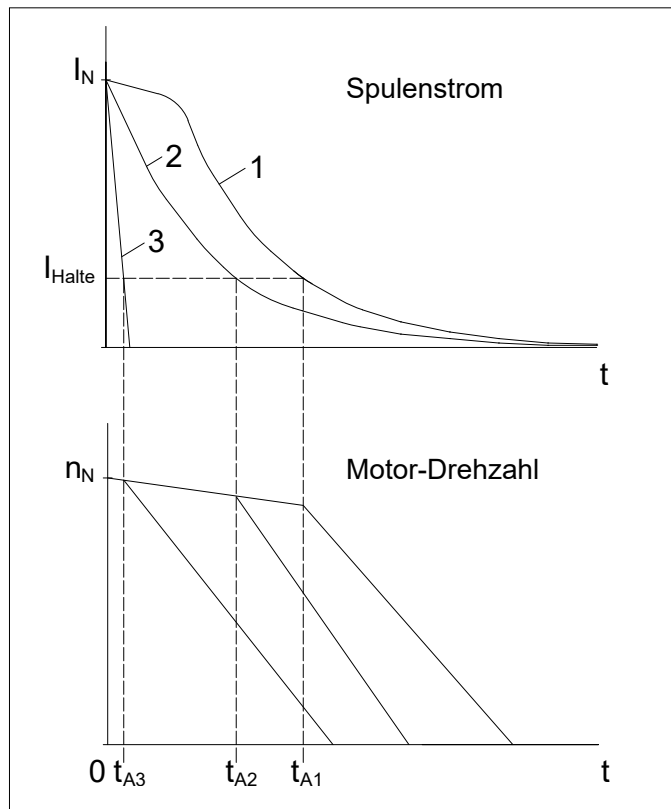

Bild 4: Prinzipieller Verlauf des Spulenstroms und der Motordrehzahl nach wechsel- (1, 2) und gleichstromseitiger (3) Abschaltung
- a) Speisung des Gleichrichters vom Motorklemmenbrett (Bild 4, Kurve 1)
- b) Separate Speisung des Gleichrichters (Bild 4, Kurve 2)
Unterbrechung des DC-Stromkreises der Magnetspule (Bild 4, Kurve 3)